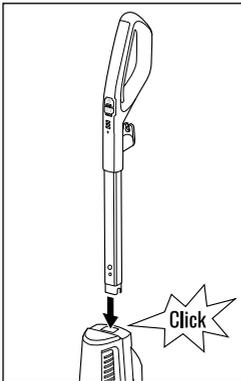

Fig. 1
- ◆ Introduzca la pieza manual ❶ en el orificio de la parte superior del aparato hasta que la pieza manual ❶ encastre audiblemente en el orificio (consulte la fig. 1).